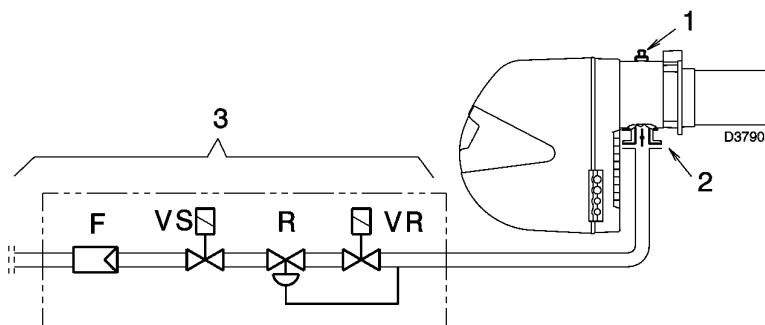

Рис. 40
Давление газа измерено на штуцере для измерения давления газа (1) (рисунок 40), при:
Потеря давления на дроссельной заслонке газа (2) (рисунок 40) при максимальном открывании 90°.
Потеря давления на газовой рампе (3) (рисунок 40), которая включает в себя регулировочный клапан VR, предохранительный клапан VS (оба открыты максимально), регулятор давления R, фильтр F.
- вычитите из давления газа на штуцере (1) (рисунок 40) давление в камере сгорания;
Если же вы наоборот хотите узнать давление газа, которое должно быть на штуцере замера давления (1) (рисунок 40), при условии что вы зафиксировали максимальную мощность, с которой должна работать горелка, действуйте следующим образом:
- справа, в колонке 1, прочтите давление на штуцере отвода давления (1) (рисунок 40)